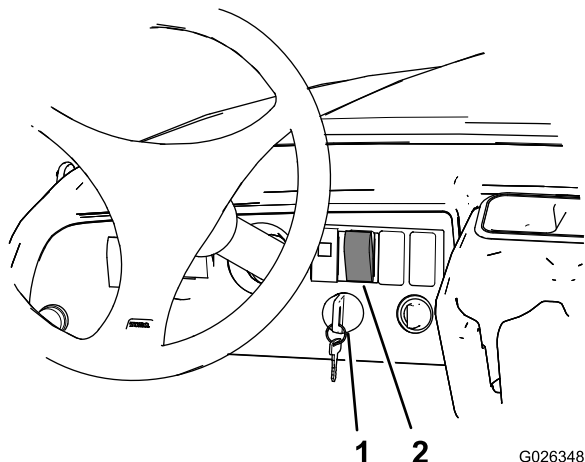

図 6
1. 電源スイッチを ON 位置にする図 6。
2. 荷台昇降スイッチの上半分を押して荷台を完全に上昇させる 図 6。
3. 電源スイッチを OFF 位置にする 図 6。
7. 電源スイッチを ON 位置にする 図 6。
8. 荷台昇降スイッチの下半分を押してアクチュエータを行程一杯まで作動させる 図 6。
9. 電源スイッチを OFF 位置にする 図 6。